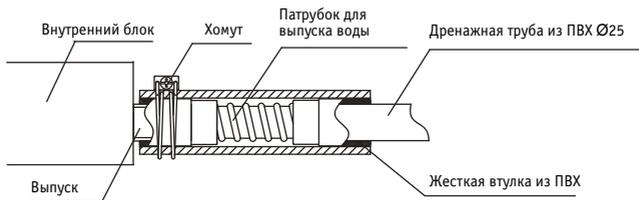

Рис. 22
- Для соединения выхода внутреннего блока с трубой слива воды следует использовать дренажный патрубок из комплекта дополнительного оборудования. Закрепите патрубок с помощью хомута из того же комплекта (см. рис. 22).